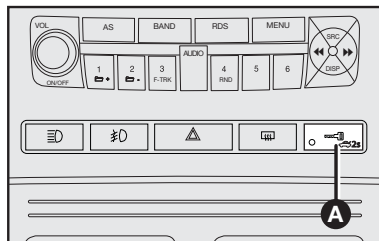
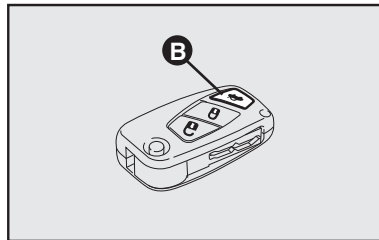

fig. 4
fig. 5
- abra la tapa del compartimiento de equipajes y el soporte de la rueda de repuesto, presionando prolongadamente (más que 2 segundos) el botón **A**-fig. 4, ubicado en el tablero central, o presione el botón de apertura **B**-fig. 5, ubicado en la llave de arranque.